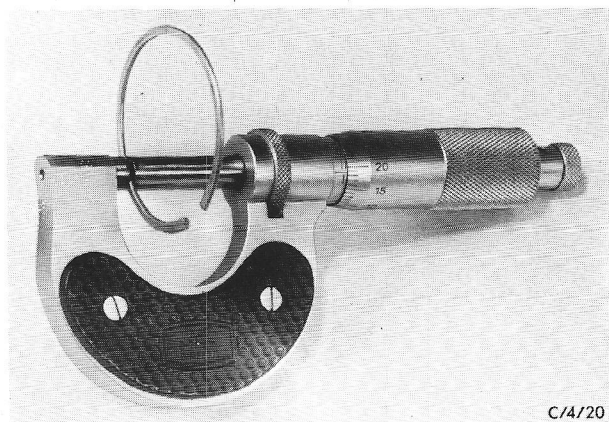

Fig.57 De dikte meten van de samengedrukte soldeertin.
39. Schuif voorzichtig de samengedrukte soldeertin van de pignonas. Meet de dikte op twee tegenover elkaar liggende plaatsen. Wanneer twee verschillende dikten worden gemeten moet het gemiddelde worden genomen (fig.57).